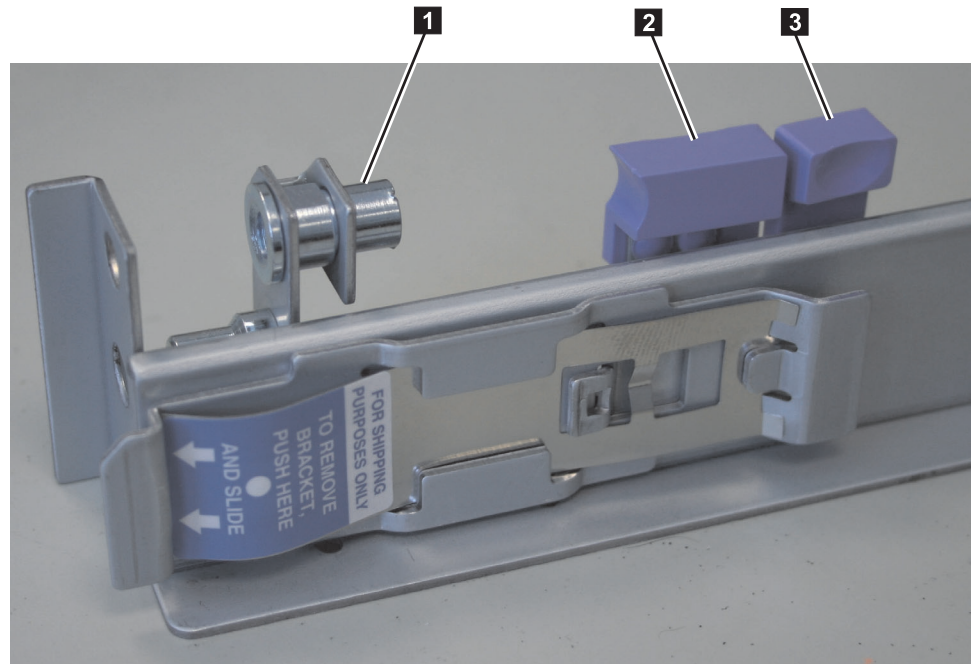

図 34. SAN ボリューム・コントローラー 2145-8A4 用のサポート・レール背面の開いたレール・ロック・キャリア
- a. 後部レール・ロック・キャリア (図 34 の **1**) が閉じている場合は、小さい方のタブ **3** をレールから離れる方向に押しします。
- c. 図 34 に示すように、レール・ロック・キャリアをスライド・レール後部に向けて約 15 mm スライドさせ、レール・ロック・キャリアを開位置にロックします。配送用ブラケットを取り外さないでください。